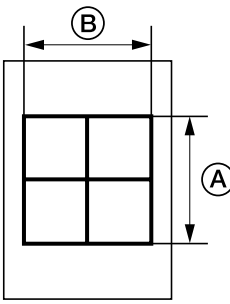

图 1-4-1
2. 测量 VTC 图案中 Ⓐ 与 Ⓑ（图 1-4-1），若与正确尺寸不同，请进行以下调节：